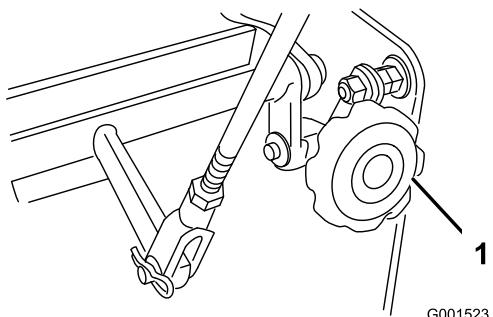

Figura 39
- Se la macchina tira da un lato o dall'altro, girate la manopola di allineamento rapido. Girate la manopola verso destra per correggere l'allineamento verso destra e giratela verso sinistra per correggere l'allineamento verso sinistra (Figura 39).